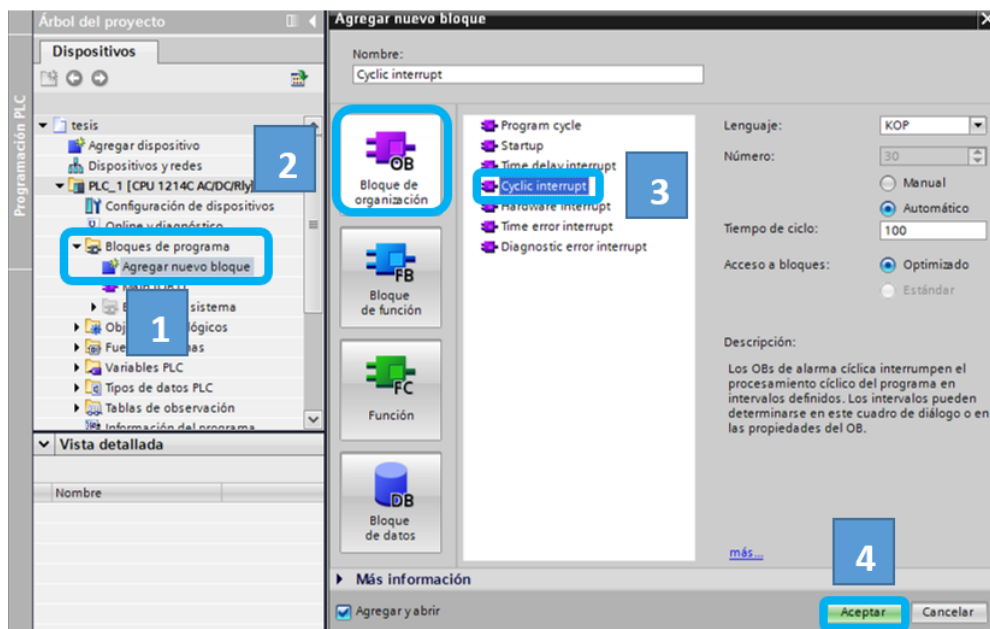

Figura 2.43: Agregar un bloque de programa.
- Dirigirse a la carpeta PLC/Bloques de programa, dar doble clic en Agregar nuevo bloque, elegir Bloque de organización, dar clic sobre Cyclic interrupt y dar clic en aceptar como se indica en la figura 2.43.